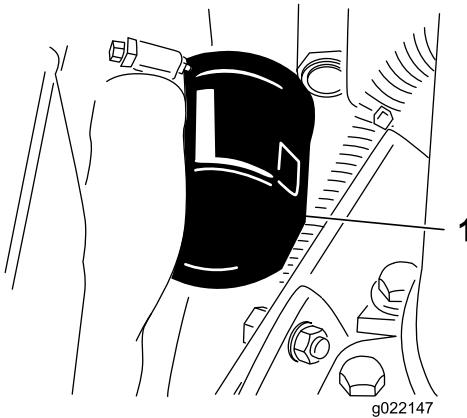

Figura 52
3. Togliete il filtro dell'olio (Figura 52).